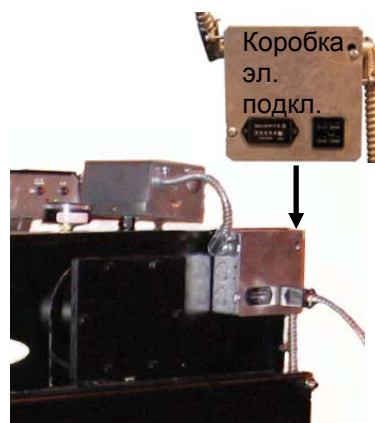

Рис. 67
5. Направьте оставшуюся часть кабеля из коробки для проводки корпуса (является частью жгута электропроводки органов управления котла (C)) к распределительной коробке, описываемой в шаге 4. (Рис. 67)